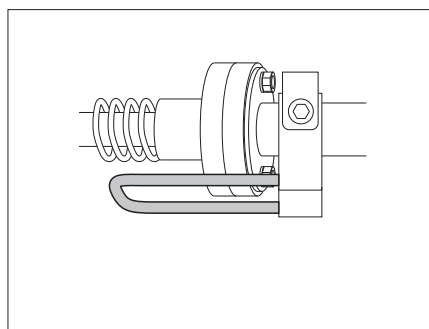

Bild 147 Låsspaken är spärrad i ställningen
► Innan sängen används, kontrollera att låsspaken befinner sig i säkrad position (Bild 147).
- Ställ låsspaken i säkrad position (Bild 147).